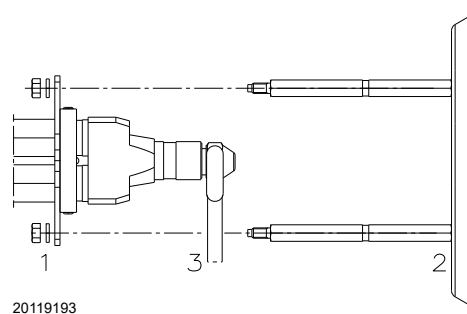

Fig. 15
- togliere i dadi 1)(Fig. 15) ed il disco 2).
- Sostituire l'ugello con la chiave 3)(Fig. 15).